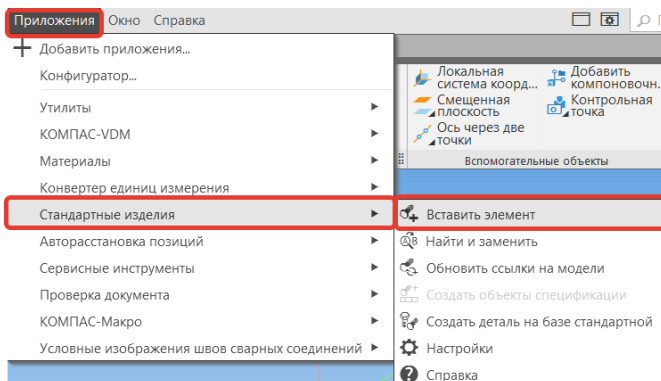

Рисунок 324 – Команда Вставить элемент
- Откроем главное окно библиотеки стандартных изделий (Рисунок 324);